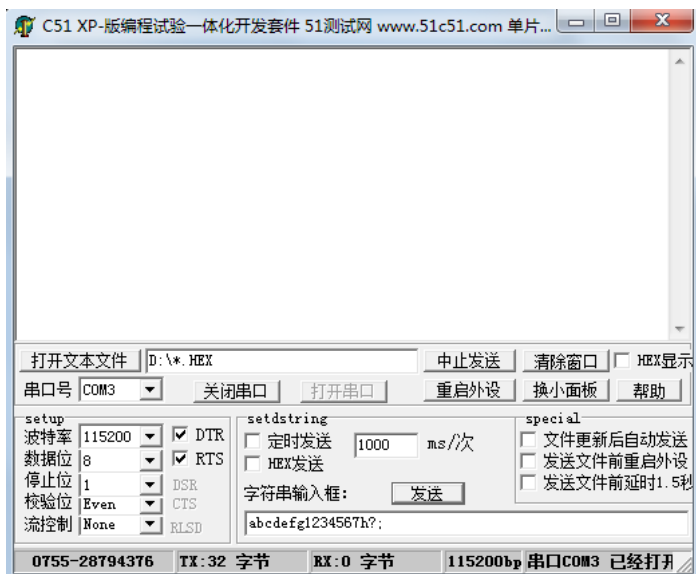
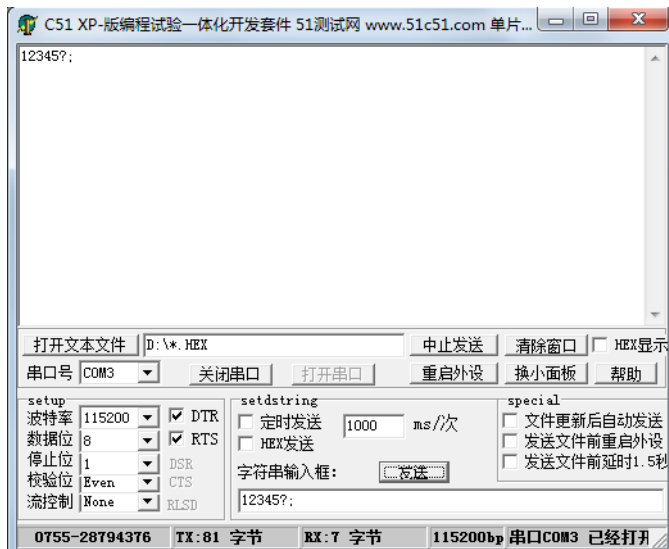

图 1 串口设置
图 2 实验结果
- (1) 用串口线（usb 转串口线）将开发板和电脑相连接。打开电脑的设备管理器，查看使用的端口号。
- (2) 打开“sscomv20(串口调试程序)”软件。
- (3) 将端口号设置为第（1）步查到的端口号，波特率：115200，数据位：8，校验位：Even,偶校验。停止位：1。如图 1 所示：
复位单片机，在串口调试软件的字符串输入框中输入：12345?;（注意?;是英文格式的）。点击发送，则会看到开发板发来的数据，如图 2 所示：
- (1) 用 RS485/RS232 转换器将开发板和电脑相连接。打开电脑的设备管理器，查看使用的端口号。
- (2) 打开“sscomv20(串口调试程序)”，设置如图 1 所示。
- (3) 用 JLINK 将开发板和电脑连接，打开 RS485 通讯实验工程，编译，运行。
- (4) 在字符串输入框中输入：12345?; 点击发送，则会看到开发板发送来的数据，如图 2 所示。
(1) 用直通网线将开发板和交换机或路由器连接。
(2) 打开“sscomv20(串口调试程序)”，波特率：115200，数据位：8，校验位：Even,偶校验。停止位：1。如图 1 所示。
(3) 用 JLINK 将开发板和电脑连接，打开动态 IP 实验工程，编译下载，运行。
(4) 在搜寻 ip 的过程中 4 个 led 会流水显示。